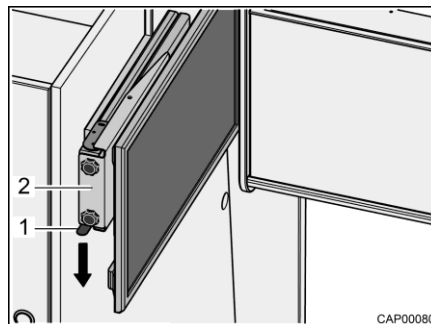

Fig. 30 Extension avec écran plat
- Presser le ressort à cran d'arrêt (Fig. 30,1) vers le bas et extraire l'extension (Fig. 30,2) avec l'écran plat à l'horizontale en direction du centre du véhicule.
- Pousser l'extension (Fig. 30,2) avec l'écran plat à l'horizontale jusqu'en butée. Le ressort à cran d'arrêt (Fig. 30,1) s'enclenche de manière audible.